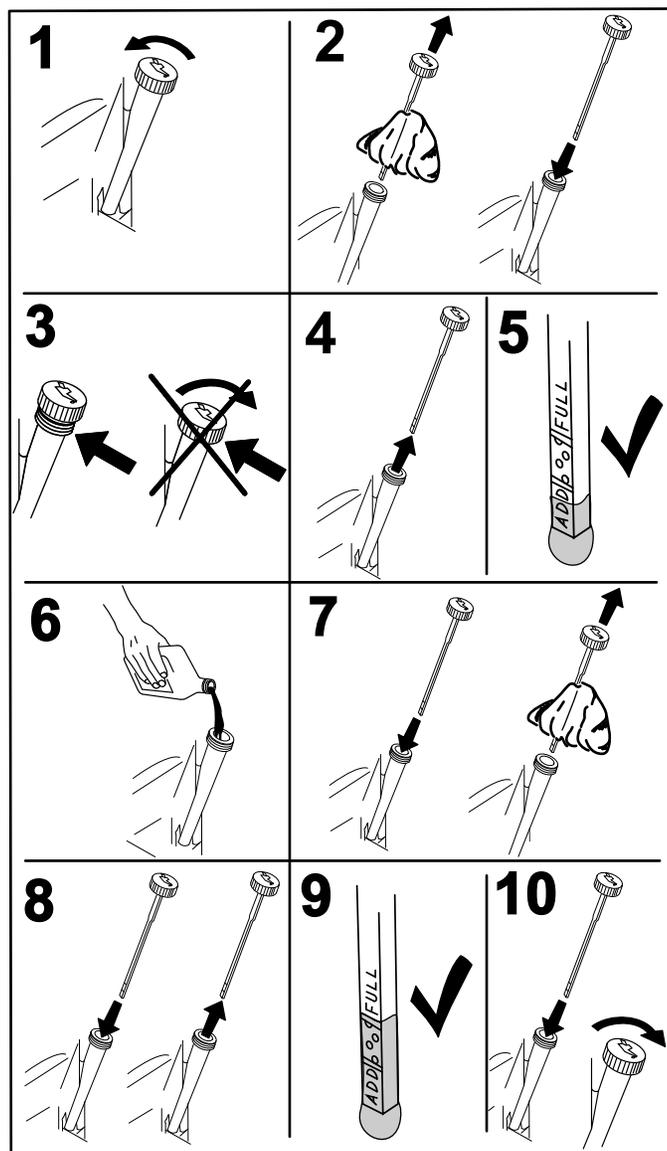

Figure 40
2. Avant de quitter la position de conduite, coupez le moteur, enlevez la clé de contact et attendez l'arrêt de toutes les pièces mobiles (Figure 40).